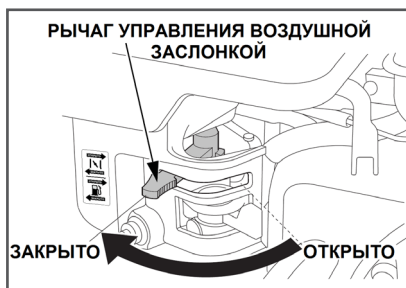

Рис. 27 Рычаг управления воздушной заслонкой
3. Закройте воздушную заслонку карбюратора. Для этого переведите рычаг управления воздушной заслонкой в крайнее левое положение (Рис. 27)